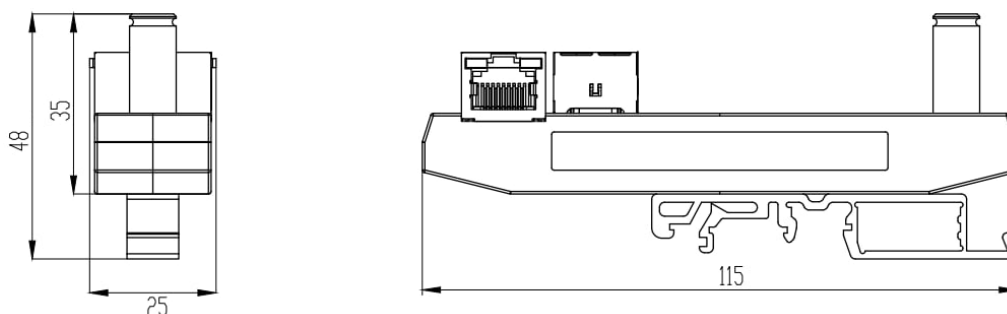

Рисунок 1.2. Габаритные размеры датчика ITS
1.2.4 Габаритные размеры датчика ITS приведены на рис. 1.2